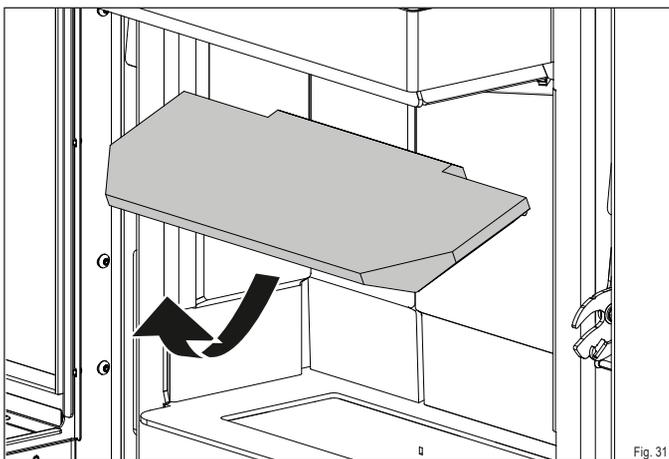

Fig. 31
- ▶ Retirez avec précaution la pierre thermique supérieure du foyer (Fig. 31).